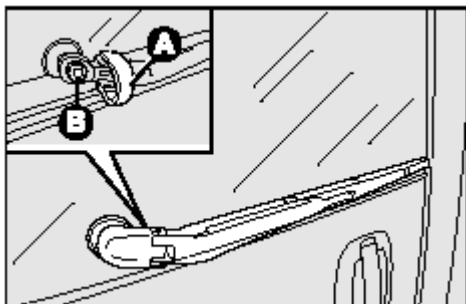

рис. 11
- Поднимите крышку **A** - **рис. 11**, отверните гайку **B**, крепящую рычаг стеклоочистителя к оси, и снимите рычаг;